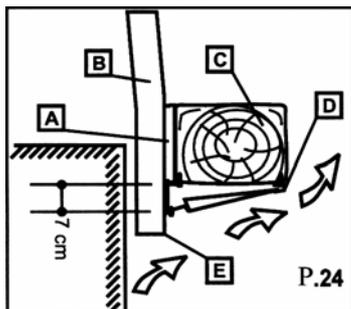

Рис. 24
5.1.5. Защита деревянной балки (рис. 24)